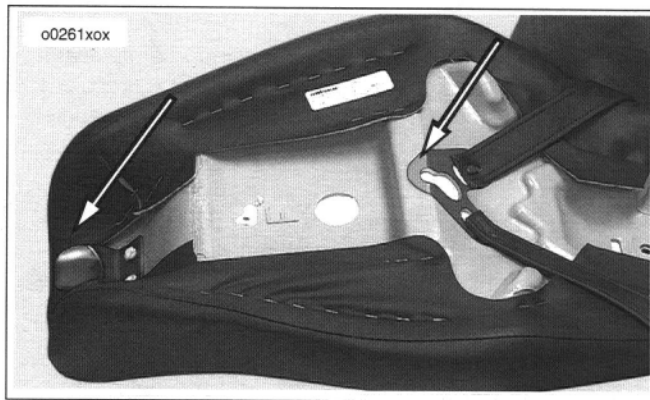

Figura 60. Punti di collegamento sotto la sella
Vedere la Figura 60. Tutti i modelli Sportster hanno una linguetta anteriore sotto la sella sulla parte posteriore del telaio.
1. Vedere la Figura 60. Far scorrere la sella in avanti finché la linguetta non si inserisce saldamente nel telaio.